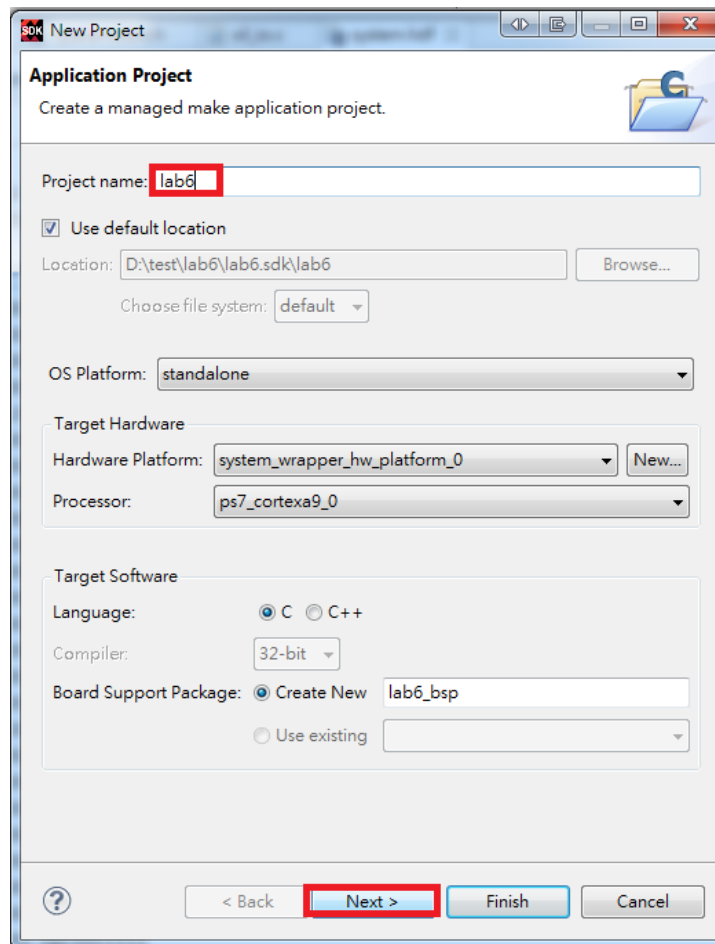

Figure 15
3.2 點選 File -> New -> Application Project，在視窗填入 lab6 並點選 Next，如 Figure 15